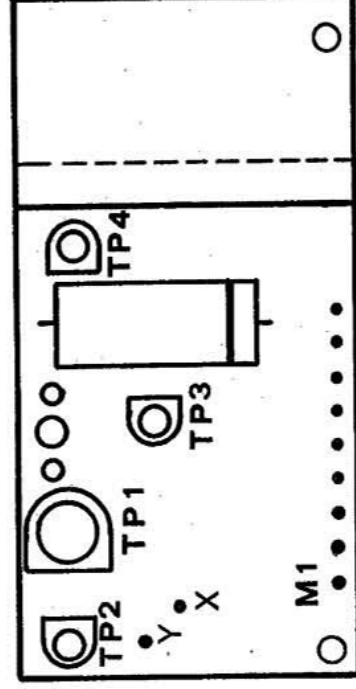

BILD 5
gemessen zwischen M 1 (—) und C 19 (+) Bild 5
gemessen zwischen M 1 (—) und B (+) Bild 5
5. Eingestellt wird diese Dreiecksspannung mit TP 4. (Bild 5)
Balken gelten für 33¹/₃, die unteren für 45 Umdrehungen.) Wenn das nicht der Fall ist, stellen Sie die richtige Tourenzahl mit dem TP 3 ein. (Bild 5)
Im Fall A das Trimpotentiometer TP 1 (Bild 5) von unten um etwa 90° bis 120° im Uhrzeigersinn drehen, das Gerät einschalten und TP 1 langsam im Gegenzeigersinn verstellen, bis das Gerät ausschaltet.
c) **Neueinstellung:** Voltmeter anschliessen, Minuspol an M 1, Pluspol an X auf der Prüfplatte. Gerät einschalten (Tonrenzahl $33\frac{1}{3}$ U/min.). Tonarm auf Anfang des Feldes mit Auslaufrillen-Steigung 1,6 mm (Lenco-Prüfplatte 722, Seite A) aufsetzen. Stellt das Gerät nach einigen Umdrehungen ab, TP 2 (Bild 5) im Gegenzeigersinn verstellen und Vorgang wiederholen. Der Tonarm bewegt sich nun über das ganze Auslaufrillenband. Dabei Voltmeter beobachten und höchste angezeigte Spannung ablesen (ca. 0,8 bis 2,2 Volt).
Nun Plusklemme des Voltmeters von Punkt X auf Punkt Y legen (Bild 5). Gerät einschalten, Tonarm auf der Stütze. Mit TP 2 (Bild 5) eine um 0,5 Volt höhere Spannung, als an Punkt X abgelesen, einstellen, d. h. etwa 1,3 bis 2,7 Volt. Anschliessend Kontrolle nach a und b wiederholen.
Alle Spannungen sind gegen Punkt M 1 (Bild 5) gemessen mit Voltmeter, dessen Eingangswiderstand grösser als 1 MOhm pro Volt ist.